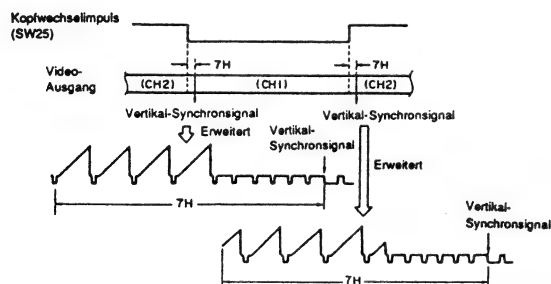

Abb. 4-102
(1) Einstellen des Kopfwechselepunktes (Abb. 4-102, 4-151)